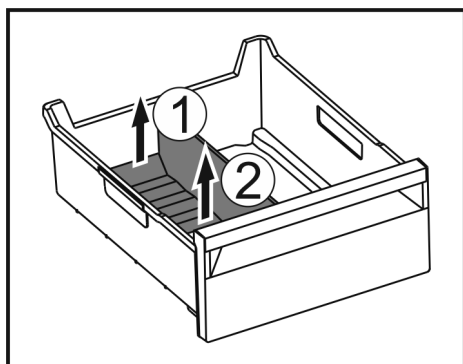

Fig. 186
- ▶ Emelje meg a jégrekesz-elválasztó hátsó részét. Fig. 186 (1)
- ▶ Vegye ki a jégrekesz-elválasztót felfelé. Fig. 186 (2)